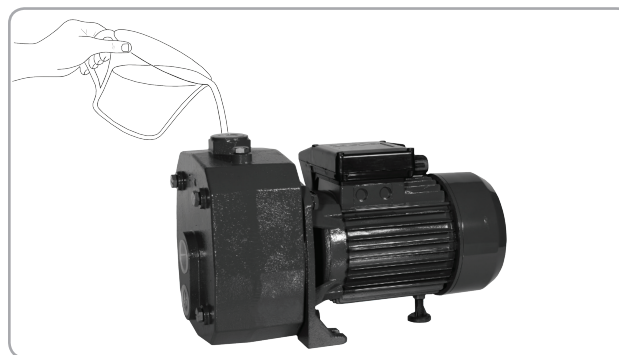

Fig.4
- Se toarnă apă curată în pompă și în conducta de aspirație până când se umple pompa și curge apa din ea. (Fig.4)